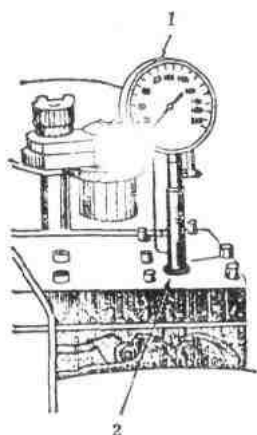

图1 气缸压缩压力的测定
①确认油底壳内的机油量和粘度适当后，启动发动机，进行怠速运行，并使水温计达到正常运行温度 $75\sim 80^{\circ}\text{C}$ 。然后，使发动机中速运行，并使机油表指示 $196\sim 294\text{kPa}$ ($2\sim 3\text{ kgf/cm}^2$)，再停下发动机。
②使化油器的节气门和阻风门全开。
③将各气缸火花塞全部拆下。
④在第1缸火花塞孔处插入压力表接头。对于备有橡胶接头的压力表，应用力将橡胶接头插入孔内（参见图1、2）。
⑤用起动机带动曲轴旋转，转速达 200r/min 左右。